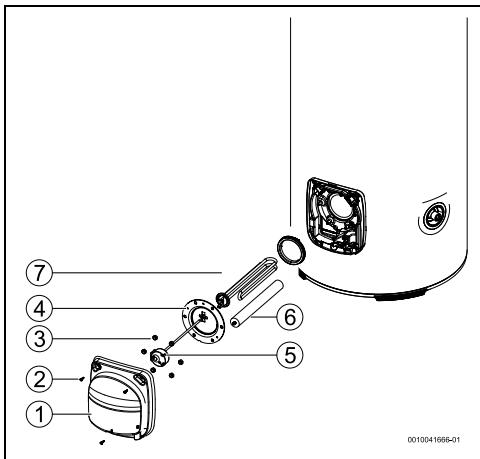

Fig. 8
- ▶ Réglér le thermostat sur la température maximale, tourner le thermostat vers la gauche jusqu'à ce qu'il s'arrête (→ Fig. 8)